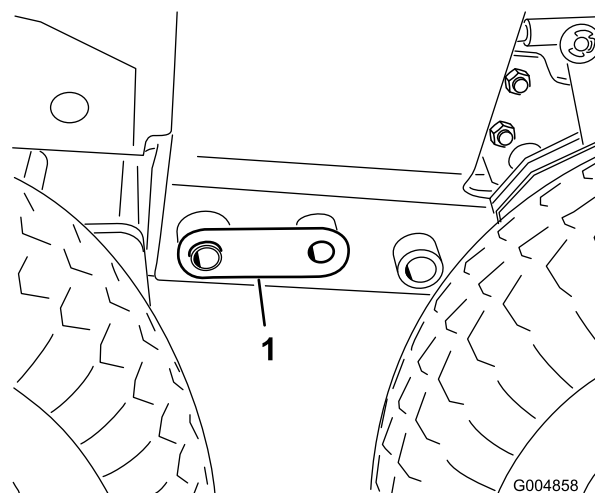

Figura 110
33. Ajuste o apoio de solo para ficar alinhado com os orifícios de 2,5 cm na estrutura e instale um pino acoplador em cada lado (Figura 110).